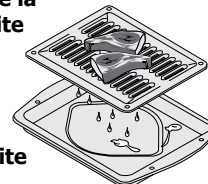

Figure 2
- Utilisez toujours une lèchefrite et sa grille (disponible par commande postale). La lèchefrite permet à la graisse de s'égoutter et de rester éloignée de la chaleur (Figure 2).